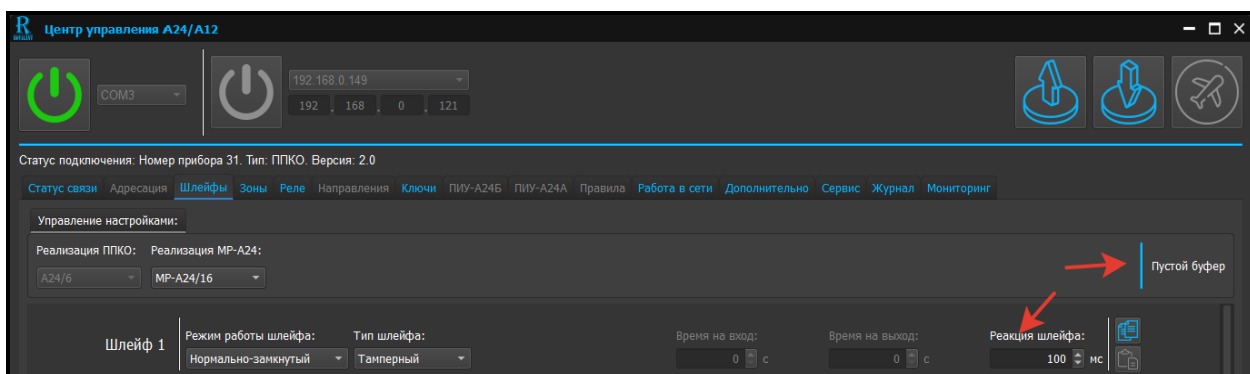

Рис. 24. Скриншот окна редактирования ШС типа «Тамперный»
4.1.2.5 Редактирование ШС типа «Тамперный» (см. рисунок 24)